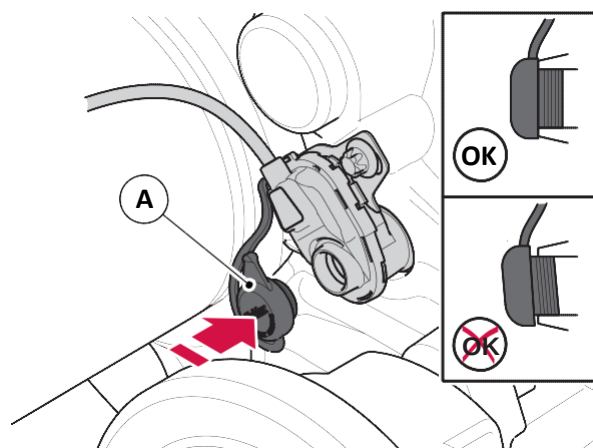

Figura 103. Plugue de proteção PWIS/PWS
Encaixe o plugue de proteção do eixo de reajuste (A) no sensor, certifique-se de que é empurrado totalmente para a sua posição de vedação correta (consulte a figura 103). Não fazer isso pode comprometer a vida útil do freio.